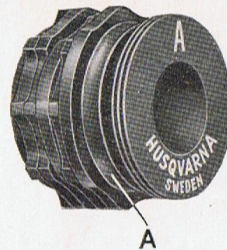

Abb. 38.
Die verschiedenen Ziernähte steuert der Musterschablonen-Satz (Abb. 38), der hinter der Klappe (39 in Abb. 2) auf der Rückseite der Maschine sitzt. Den Musternähfuß S 15232 (auf dem Umschlag) verwenden, ausser wenn man Ziernähte auf sehr dünne Stoffe näht, da soll man den Standardnähfuß S 15229 verwenden.
5. Den neuen Satz auf die gleiche Weise fassen und ihn auf die Welle schieben; der Buchstabe soll gerade stehen, damit der Hebel in die Spur (A in Abb. 38) einrasten kann.